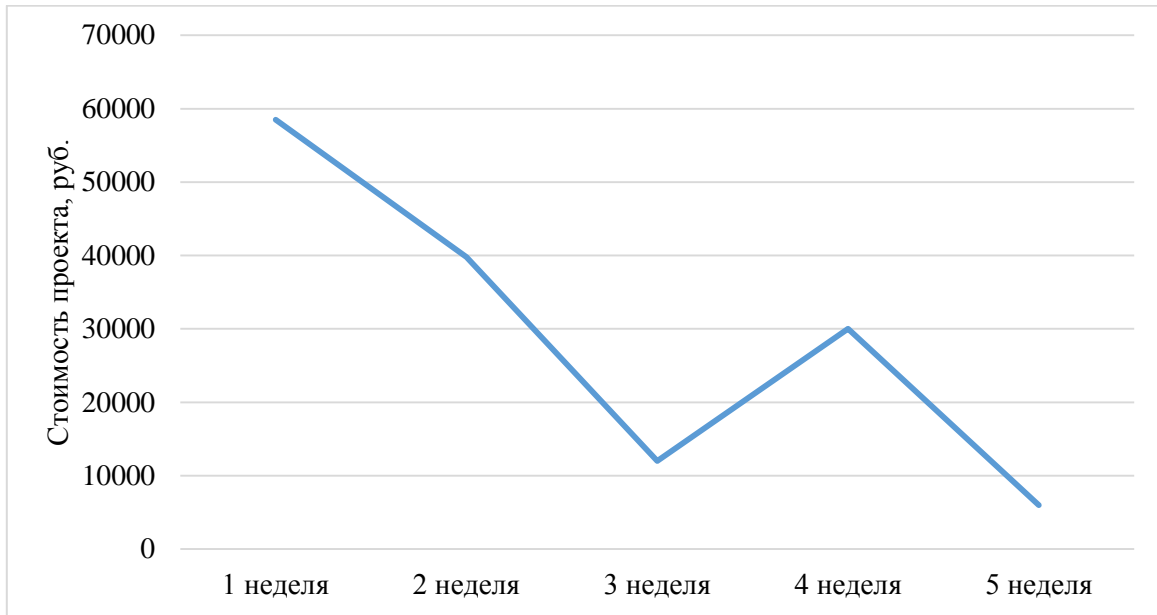

Рис. 8. Линейная диаграмма распределения во времени затрат
2) линейной диаграммы распределения во времени затрат (рис. 8);